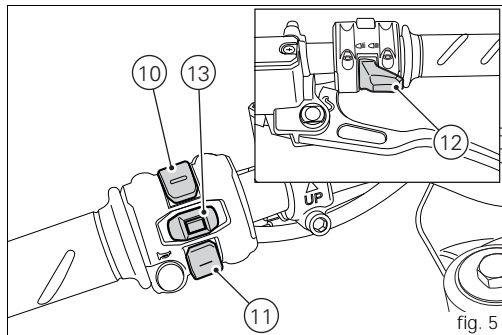

fig. 5
10) BOUTON DE COMMANDE (fig. 5)
11) BOUTON DE COMMANDE (fig. 5)
12) BOUTON D'APPEL DE PHARES FLASH (fig. 5)
13) BOUTON DE DÉSACTIVATION DES CLIGNOTANTS (fig. 5)